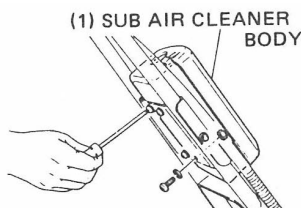

Fig. 9
- a. Befestigen Sie den Reinigerkörper auf den Reinigerträger durch 4 Bolzen 5 × 4 Beilagscheiben 5 mm und 4 Federscheiben 5 mm (Abbildung 9).